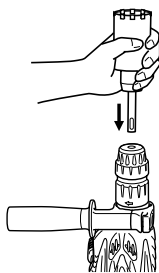

Fig. 20
- (2) Monter la queue de couronne sur le marteau rotatif à percussion. (Fig. 20)